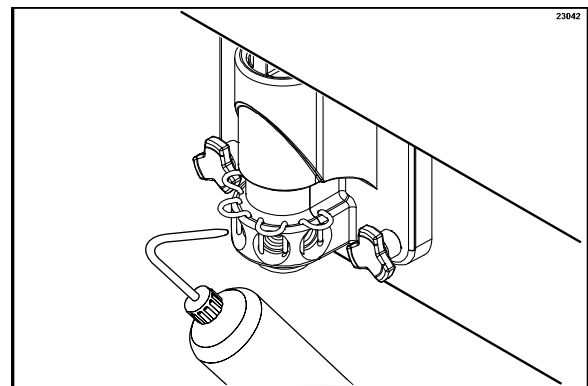

Figura 57
13. Encha a bisnaga com solução de limpeza. Com um balde embaixo da porta, insira a extremidade do tubo da bisnaga nos orifícios de saída de xarope e aperte a garrafa firmemente. Esta ação forçará a saída da solução para fora do orifício adjacente e para baixo em torno do spinner. Este procedimento deve ser realizado pelo menos 10 segundos por orifício. (Veja a Figura 57.)